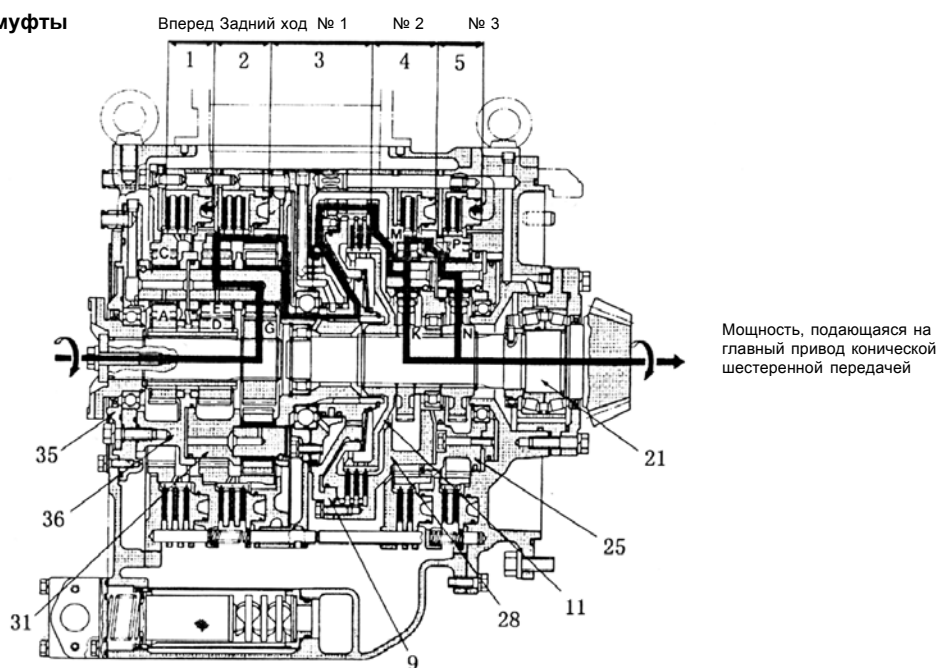

Рис. 5-23.
2. Движение вперед, вторая скорость (Рис. 5-23).